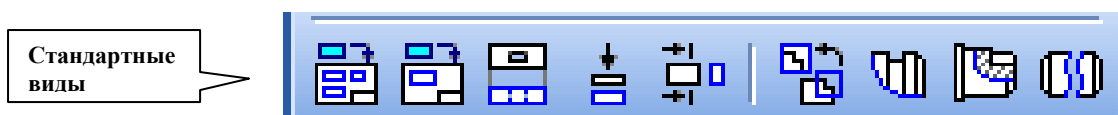

Рис.14 Инструментальная панель Ассоциативные виды
2. Щелкнуть правой клавишей мыши внутри габаритной рамки для вызова контекстного меню (рис.14).